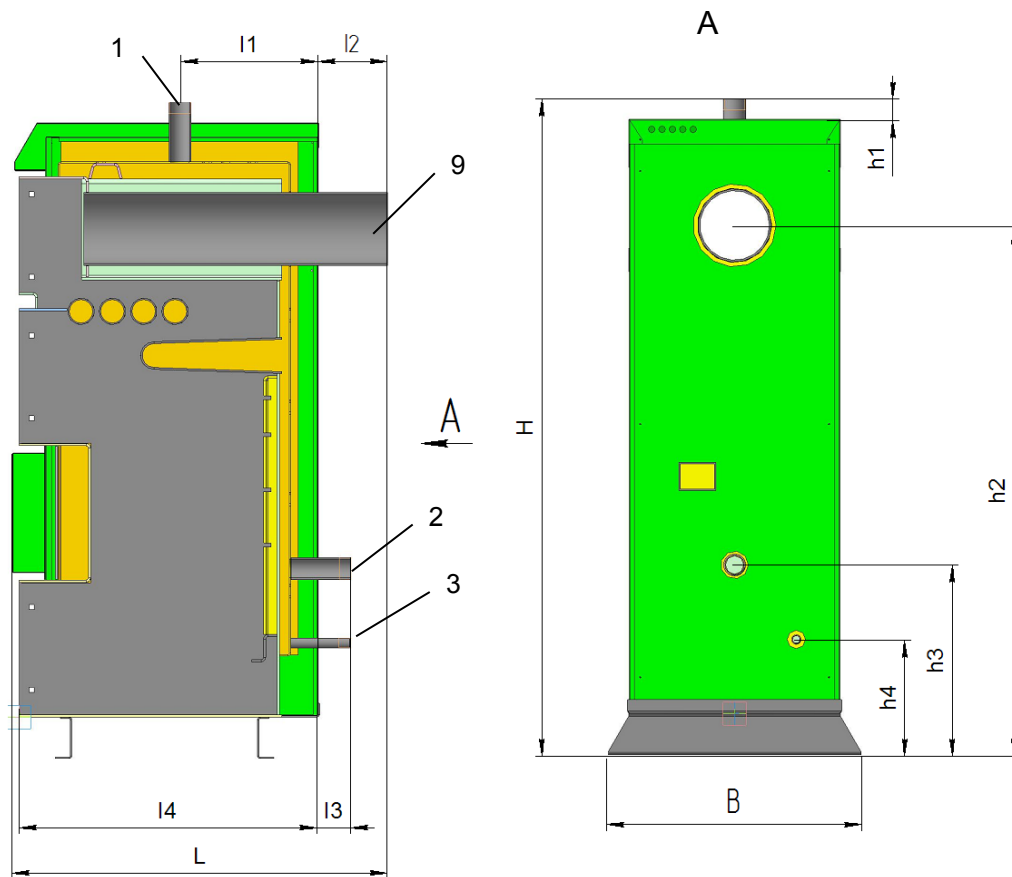

Рисунок 1 - Габаритные и присоединительные размеры Котлов моделей L-12+102
Габаритные и присоединительные размеры Котла (см. рис.1), мм:
Котел (рис.1, 2, 3) представляет собой стальной сварной теплоизолированный каркас, обшитый снаружи съемной декоративной облицовкой, все вместе образующие собой корпус, и устанавливаемый на собственных опорах (16). Внутреннее пространство имеет сложную конфигурацию, включает в своем составе трубчатый теплообменник (14), предназначенный для циркулирования теплоносителя (воды), листовые детали, образующие вместе со стенками каркаса камеру сжигания, воздухоподводящие каналы (на рисунке не показаны), систему дымоудаления из Котла (9). Внутри каркаса в нижней части расположены устройства: колосниковая решетка для размещения топлива (15), зольный ящик (5) для сбора и удаления золы. Снаружи Котел имеет дверцы (11,12,13) с назначением согласно рисунку 3, патрубки для подсоединения к трубопроводам водяного контура системы отопления (1,2), патрубков для опорожнения теплообменника (3), штуцер для установки тягорегулятора (17), штуцер для установки термодатчика (19), дутьевой электровентилятор, штуцера для подключения ТЭНа, тягорегулятора. Выход дымохода размещен на задней стенке Котла; выходная труба снабжена шиберной заслонкой.